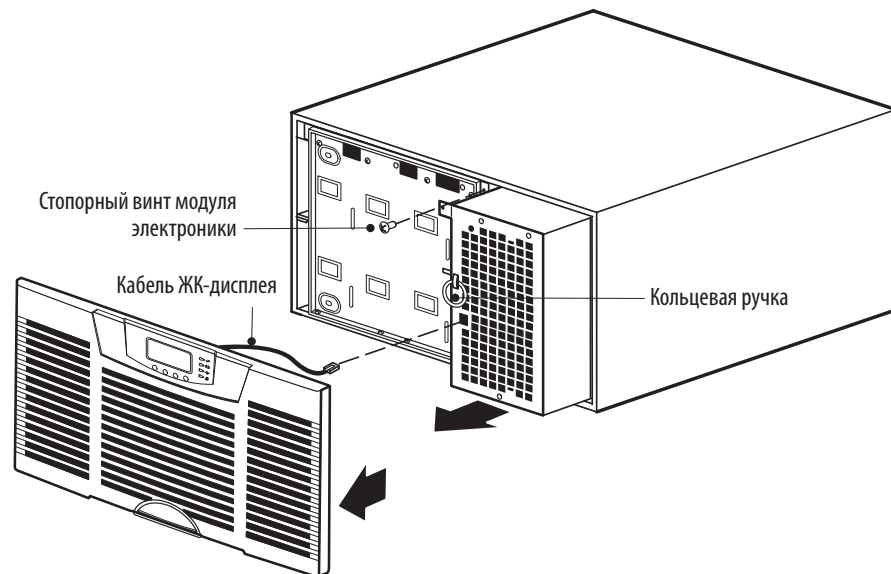

Рисунок 60. Удаление передней крышки ИБП и модуля электроники
9. Снимите переднюю крышку ИБП и модуль электроники (см. рисунок 60 на странице 87).